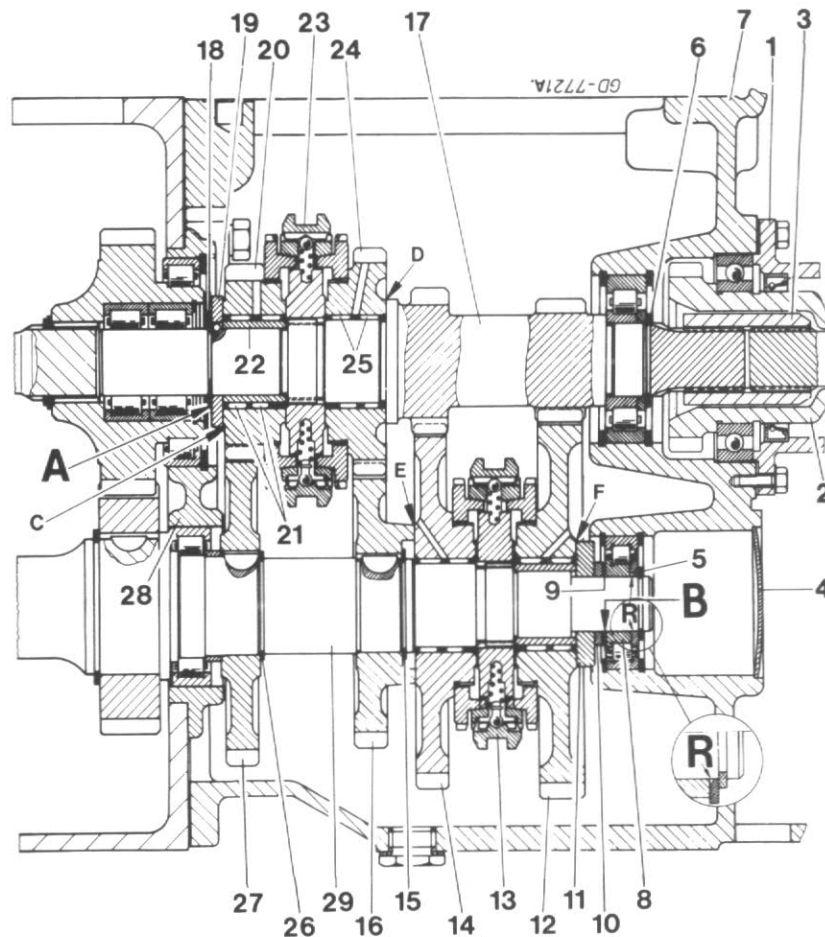

Figure 59
L'arbre primaire (17, Fig. 59) transmet la puissance développée par le moteur à l'arbre intermédiaire avant (29). Un manchon d'accouplement (3) le relie à l'arbre d'embrayage.